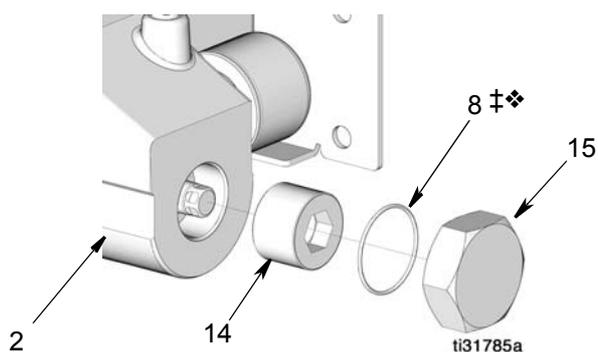

FIG. 24
(100-105 ft-lb) (FIG. 24).
22. Lubrificare l'O-ring (8‡❖). Installare l'O-ring e il dado terminale (15) nella base della pompa (FIG. 24).